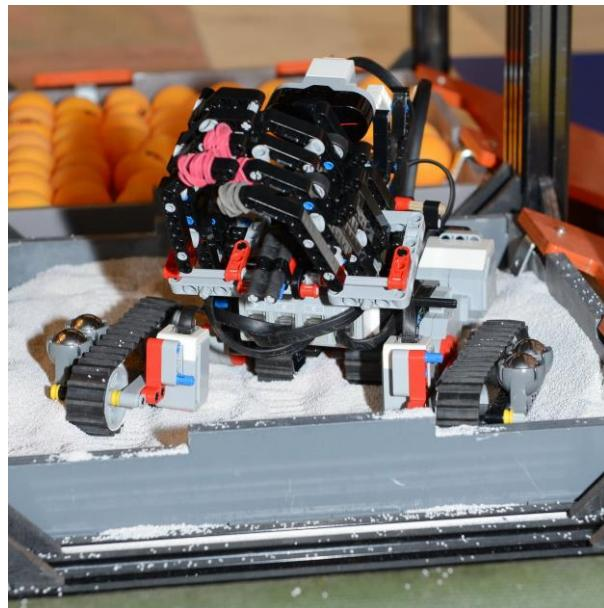

Рисунок 7 - «Песок»
- 1.5.7. **Песок** – участок, представляющий собой короб, наполненный песком. (рисунок 7). Габариты короба 360x360x40. Высота песчаного слоя колеблется в пределах 10-30 мм.